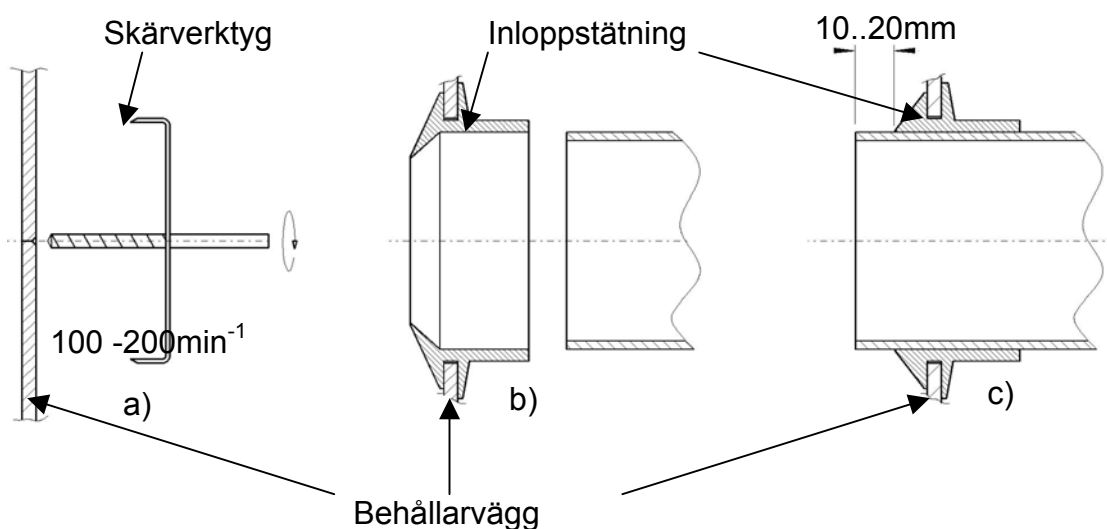

Bild 6
■ För att förfärdiga en inloppsanslutning behövs följande verktyg (Bild 6):